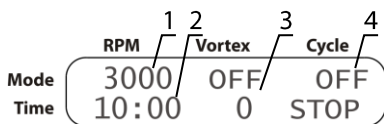

Рисунок 5. Центрифугирование
- 5.3.6.2 **Центрифугирование.** Установите скорость (рис. 5/1) и продолжительность (рис. 5/2) центрифугирования. Отключите вортексирование, выставив время на ноль (индикация OFF, рис. 5/3). Счётчик циклов отключается (индикация OFF, рис. 5/4).